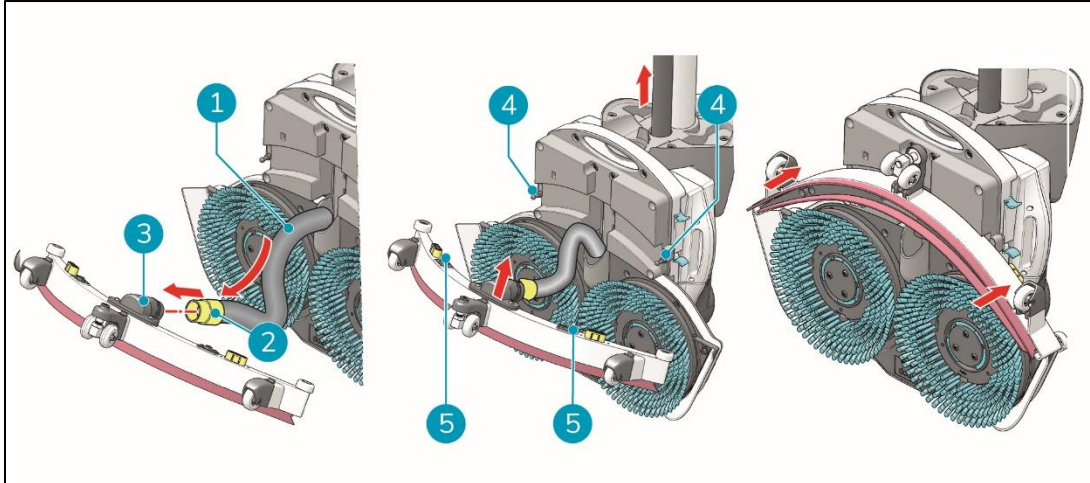

Figura 11
1. Tome la manguera de vacío (Figura 11, pos. 1).
2. Inserte el conector de la manguera (Figura 11, pos. 2) en la escobilla de goma (Figura 11, pos. 3).
3. Gire el conector de la manguera $\frac{1}{4}$ de vuelta para un ajuste firme (Figura 11, pos. 2).
6. Alinee los pasadores de la plataforma de fregado (Figura 11, pos. 4) con los orificios de la escobilla de goma (Figura 11, pos. 5).